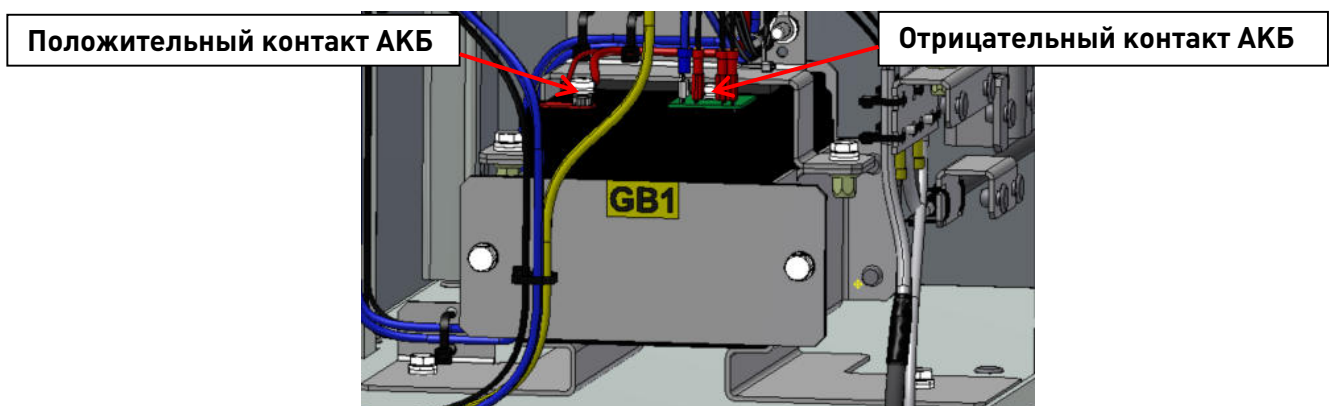

Рис.7.11. Демонтаж клемм АКБ.
2. Отсоединить плату от отрицательного контакта АКБ, **Рис.7.11**;
3. Отсоединить провод от положительного контакта АКБ, **Рис.7.11**;